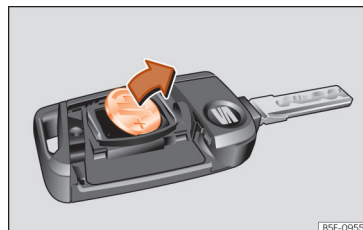

Fig. 48 Chave do veículo: remoção da pilha.
- Extraia a pilha do compartimento com um objeto fino adequado »» Fig. 48 .
- Encaixe uma pilha de botão nova no compartimento »» ① .